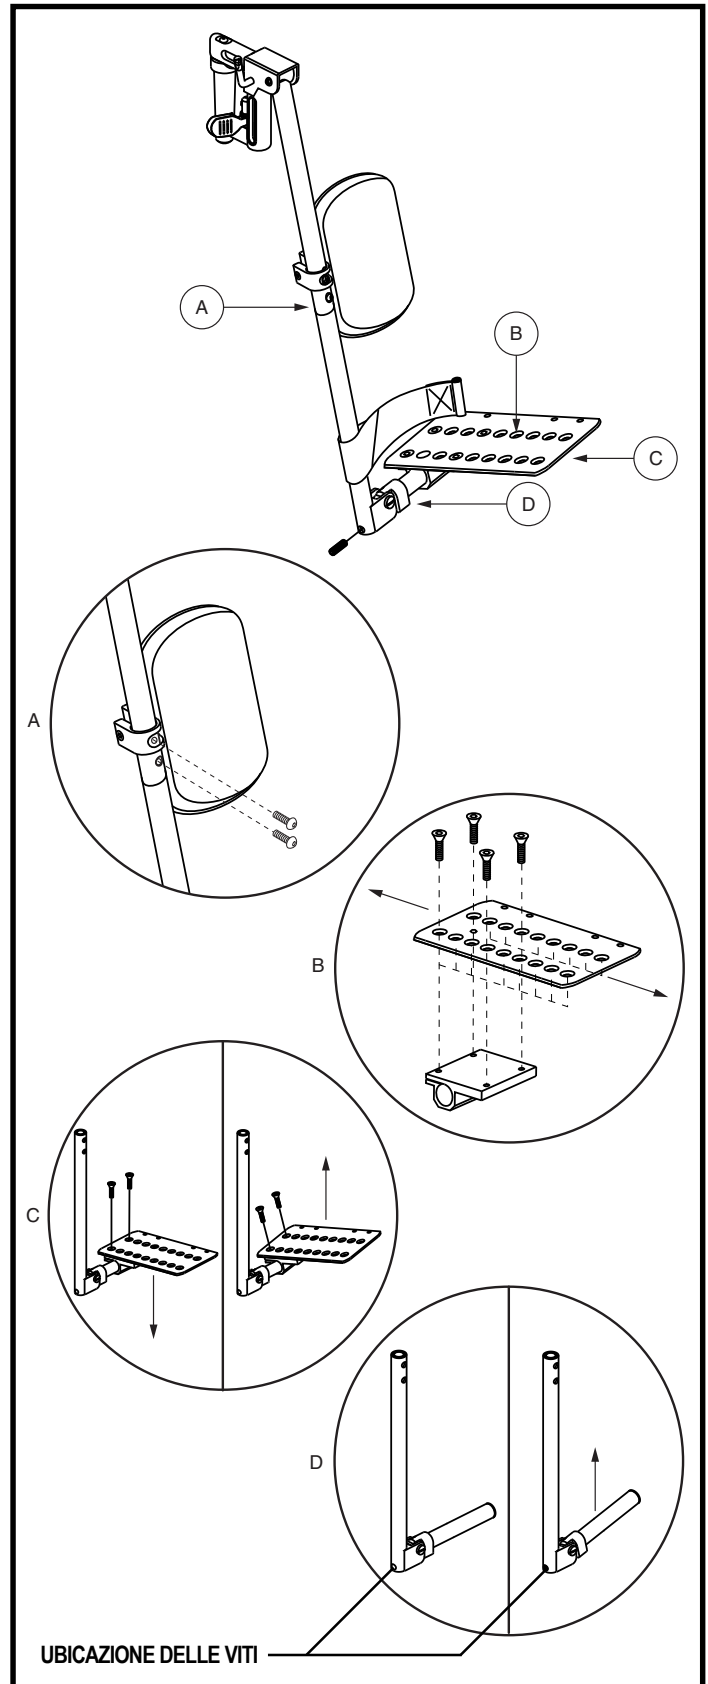

Figura 22. Pedane in flessoestensione (ELR in figura)
L'assemblaggio pedane in flessoestensione può essere montato su una pedana separata apribile o elevabile. Ha quattro diverse regolazioni: lunghezza pedana (A), posizione (B), inclinazione (C), e angolazione (D). Vedere figura 22.